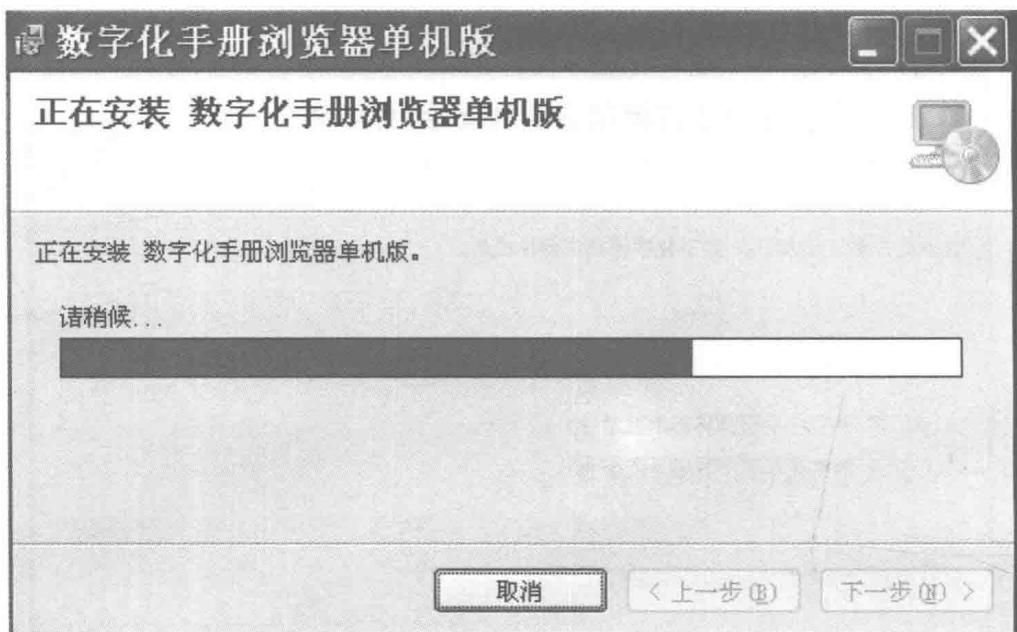

图 1-8 安装过程
7) 在安装过程中，安装向导显示如图 1-8 所示的安装过程，在此期间，用户可随时单击“取消”按钮取消当前的安装。